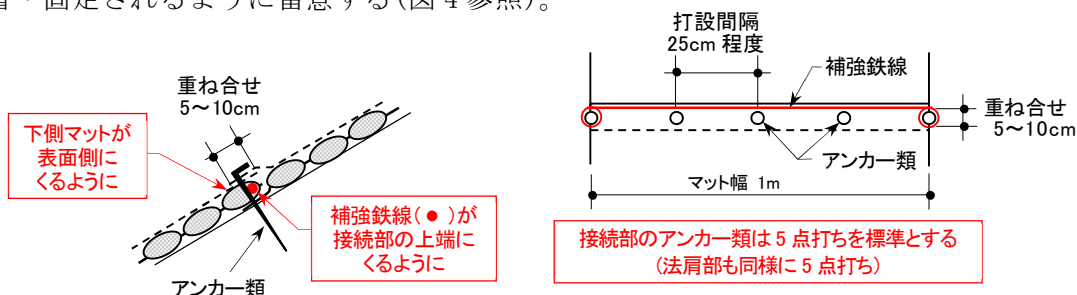

図4. マット上下方向の重ね合わせとアンカー類の打設
- マット上下方向の接続部（重ね合わせ部）については、下側マットが表面側にくるように、かつ補強鉄線が接続部の上端にくるようにして設置する。アンカー類は補強鉄線を下から支えるように地山にしっかりと打ち込み（5点打ちを標準とする）、補強鉄線が地山に密着・固定されるように留意する（図4参照）。